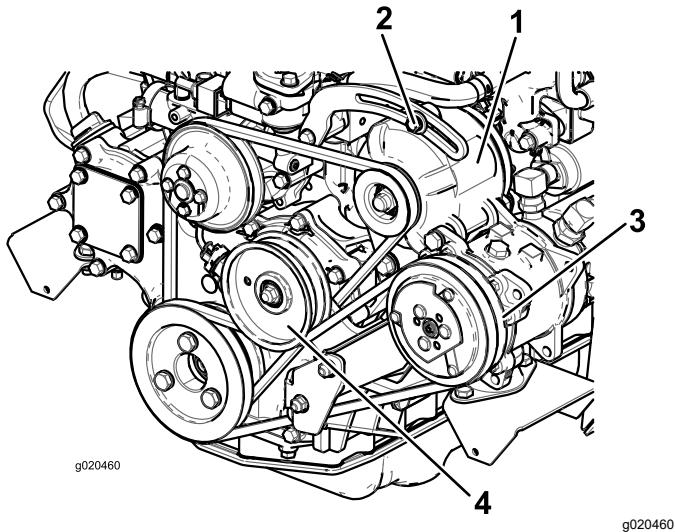

Figure 82
Si vous n'obtenez pas une flèche de 10 mm, desserrez les boulons de fixation de l'alternateur (Figure 82).
2. Si vous n'obtenez pas une flèche de 10 mm, desserrez le boulon de fixation de la poulie de tension (Figure 82). Augmentez ou diminuez la tension de la courroie du compresseur et resserrer le boulon. Contrôlez de nouveau la flèche de la courroie pour vérifier si la tension est correcte.
Vérifiez l'état et la tension de la courroie (Figure 82) toutes les 100 heures de fonctionnement.